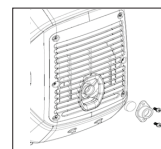

Рис. 27
- Когда глушитель остынет, ослабьте винты на выходе глушителя и снимайте искрогаситель (Рис. 27)